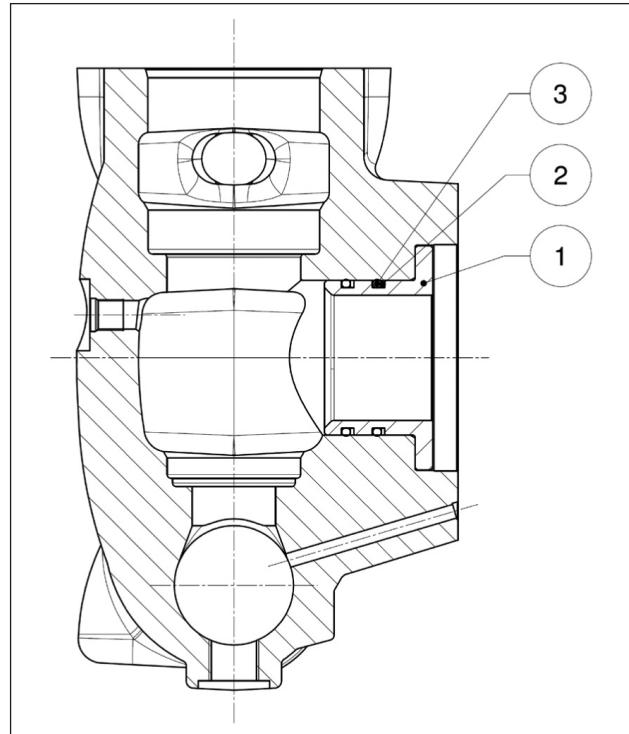
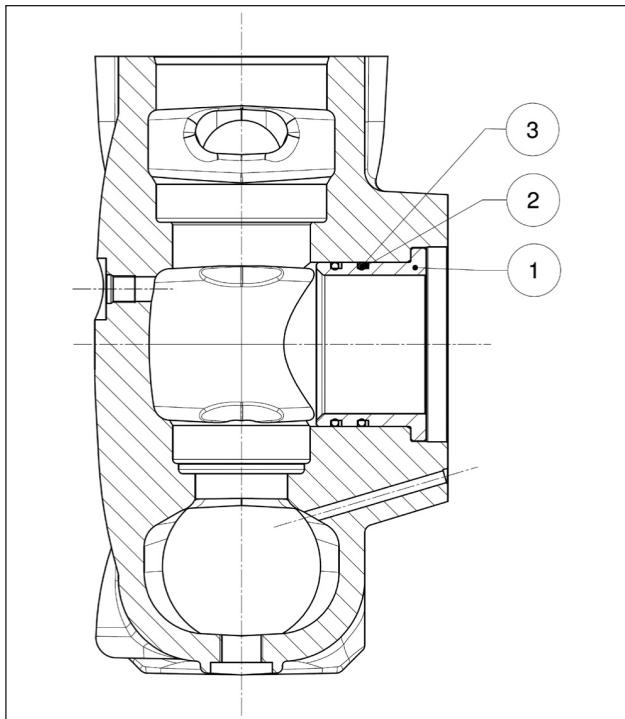

Fig. 148
Fig. 149
Après l'avoir usinée, assembler la tête en calant les douilles (rep. ①) dotées de bagues anti-extrusion (rep. ②) et de joint torique (rep. ③) comme le montre la Fig. 148 pour les versions avec piston Ø40-45-50 et la Fig. 149 pour les versions avec piston Ø 55-60-65 :